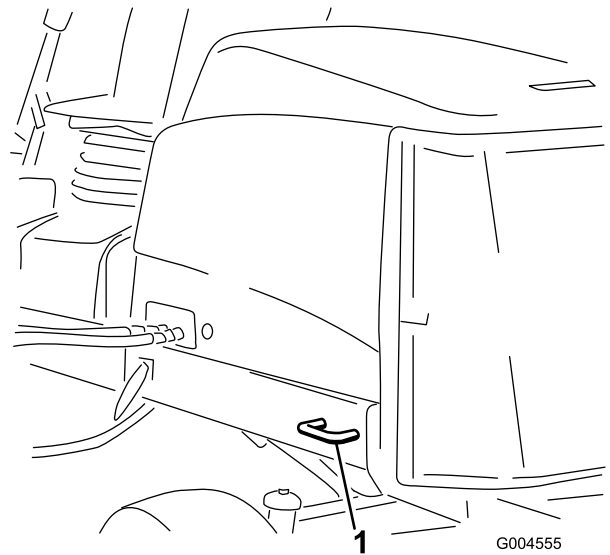

Figura 61
- **Parte trasera de la máquina** – a cada lado de la máquina, en el bastidor trasero (Figura 61).